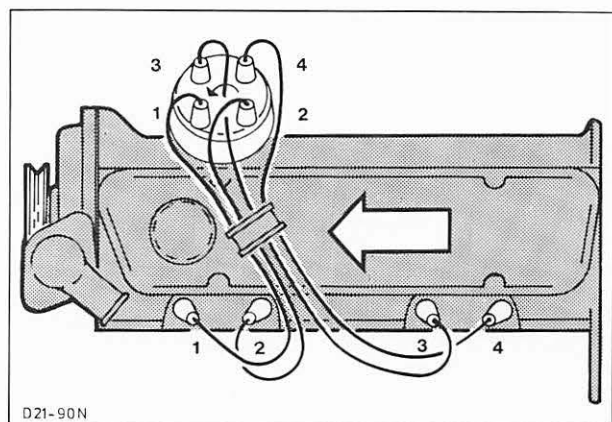

Abb. 191 Zündkabelanordnung (Zündfolge)
21. Zylinderkopfhaube mit vorgeschriebenem Drehmoment anschrauben. Zündkabel aufstecken, Abb. 191, und Ansauggeräuschkämpfer montieren.